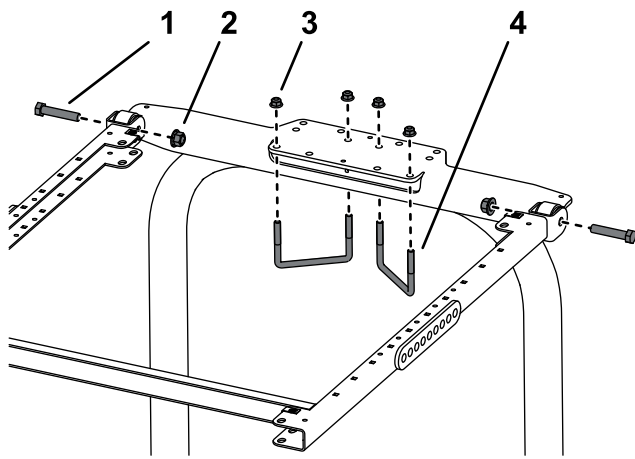

図 25
8. ROPS 取り付けブラケットを、トラクションユニット ROPS の上部にセットする (図 25)。
9. 図 25 に示されている取り付け穴を利用して、ブラケットをROPS上部に取り付けるUボルト 4 1/2" x 2 3/4" 2本とフランジナット4個を使用する。